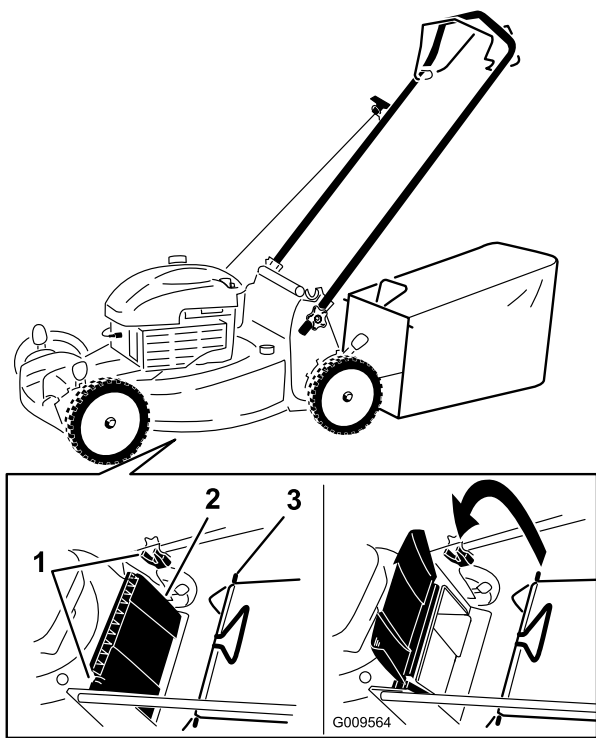

Figura 19
1. Sollevate il deflettore posteriore e tenetelo sollevato (Figura 19).